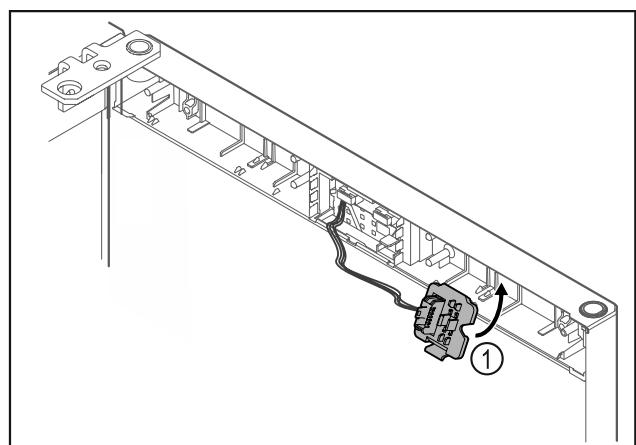

Fig. 21
► Захистити кріплення штекера *Fig. 21 (1)* на протилежній стороні.